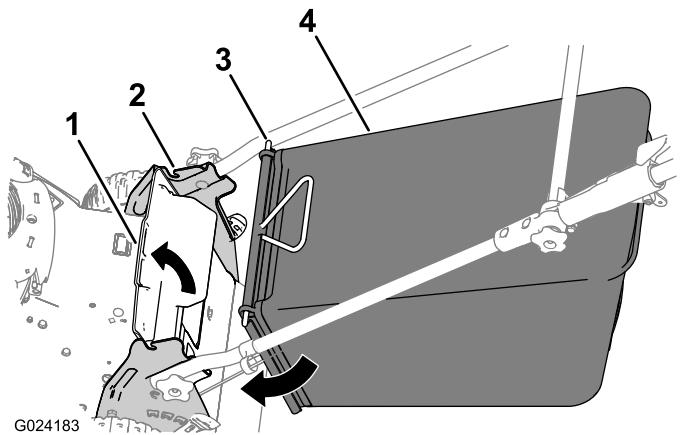

Figure 14
1. Soulevez le déflecteur arrière (Figure 14).
2. Insérez les extrémités de la tige du bac à herbe dans les crans des supports du guidon (**Figure 14**).